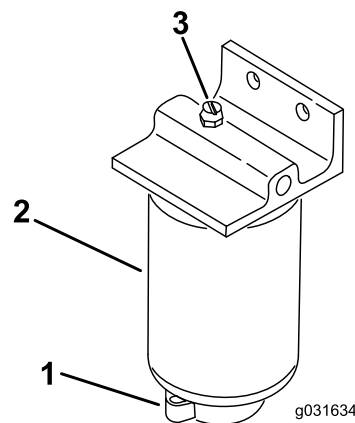

Рисунок 53
2. Ослабьте сливной кран в днище фильтра (Рисунок 53).
1. Очистите область креплений фильтра (Рисунок 53).